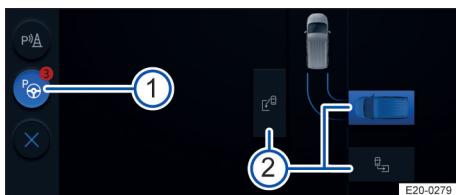

Fig. 131 În sistemul Infotainment: spațiul de parcare preferat (autovehiculul albastru) și alte spații de parcare (imagine de referință).
Asistentul de parcare activă alege automat un spațiu de parcare și îl prezintă ca spațiu de parcare preferat (autovehiculul albastru) în sistemul Infotainment → fig. 131 2.
1. Atingeți spațiul de parcare dorit pe ecranul sistemului Infotainment → fig. 131 2.
Dacă asistentul de parcare activă nu este activat, spațiile de parcare identificate → fig. 131 1 vor fi afișate pe ecranul senzorilor de parcare. <